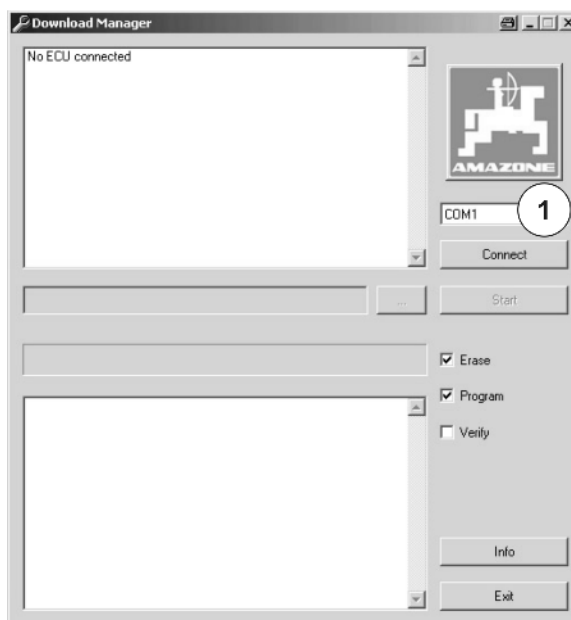

Fig. 4
- Oberfläche (Fig. 4) erscheint auf dem PC.
4. Um eine Verbindung zum **AMATRON⁺**-System herzustellen, die korrekte serielle Schnittstelle (Fig. 4/1: hier COM1) auswählen.